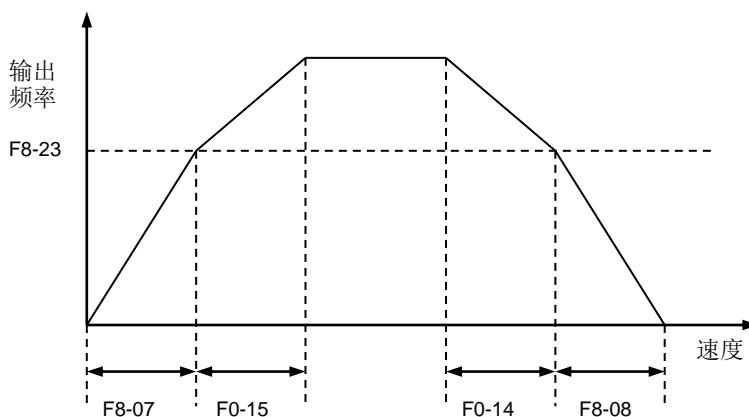

图 6-29 加减速切换频率
- F8-23: 设定加、减速速度自动切换时的频率点, 如图 6-29 所示。